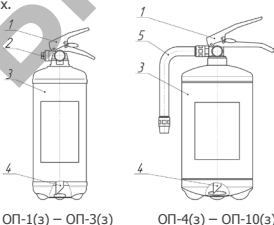

Рисунок 1
2.1 Конструкция огнетушителей на рис. 1. Огнетушители состоят из корпуса 3, в горловину которого ввернуто ЗПУ 1 с сифонной трубкой